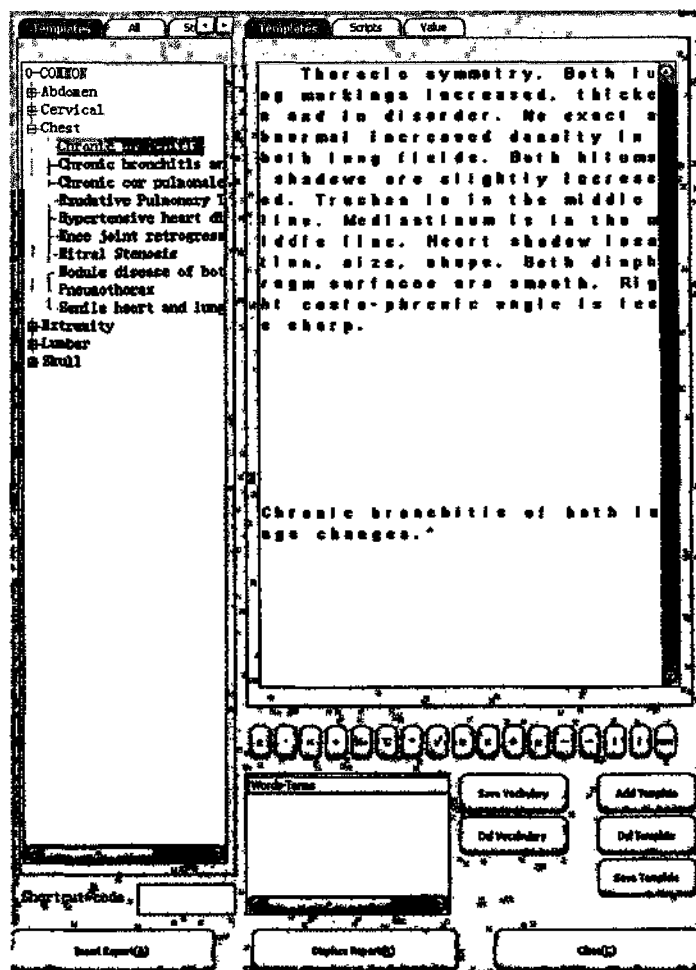
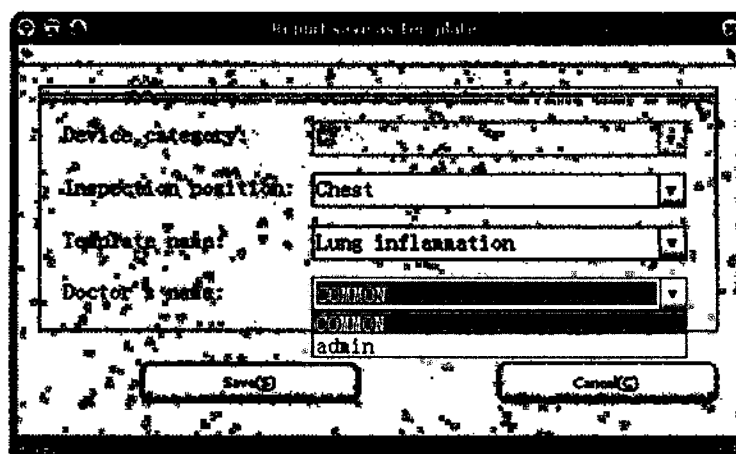

Рисунок 48 Окно просмотра шаблонов
Рисунок 49 Окно добавления шаблона
Окно просмотра шаблонов (рис. 48) открывается нажатием клавиши F3 или через пункт меню "Шаблоны" (Template) → "Просмотр..." (Browser...). Можно открывать шаблоны, предоставленные в окне, или создать новый шаблон.
1. Кликнуть кнопку "Добавить шаблон" (Add Template) (рис. 48), откроется диалоговое окно (рис. 49);